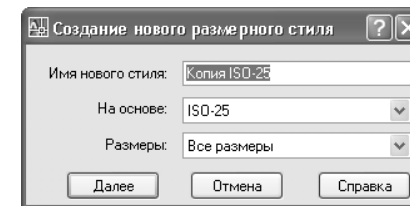

Рис. 11.2 ▼ Окно **Создание нового размерного стиля** (Create New Dimension Style)
7. В строке **Имя нового стиля** (New Style Name) открывшегося окна **Создание нового размерного стиля** (Create New Dimension Style) (рис. 11.2) введите вместо предложенного по умолчанию название нового стиля, например **ЕСКД**. В списке **На основе** (Start With) содержится стиль, на основе которого будет создан новый стиль. Поскольку по умолчанию в этом списке присутствует лишь стиль **ISO-25**, особого выбора у вас не будет. В списке **Размеры** (Use for) можно выбрать тип размеров, для которых будет определен новый стиль. Оставьте выбранное в этом списке значение **Все размеры** (All dimensions).